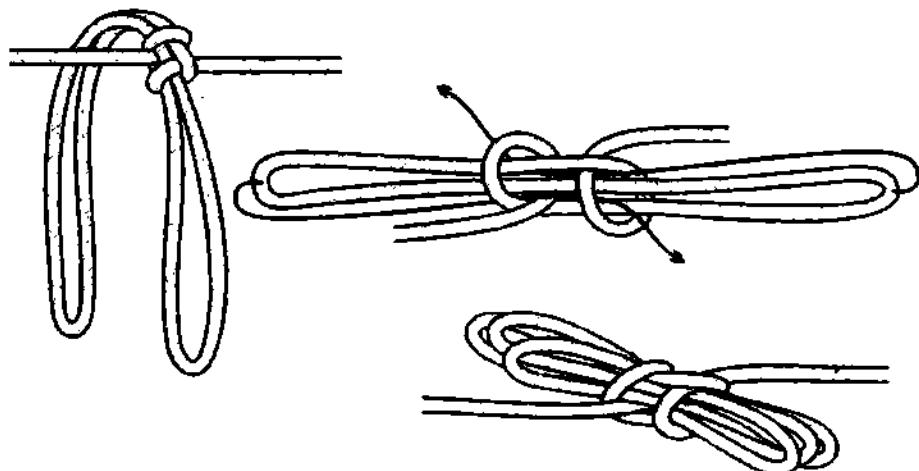
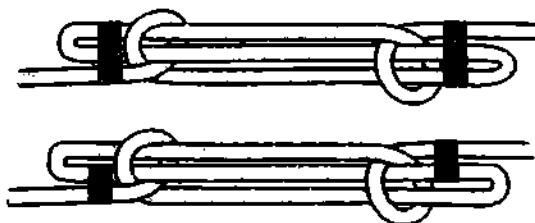

Рис. 125. **Колышка**, со сложенными внутри петлями и сдвинутыми друг к другу полууштиками, более стабильна и компактна.
Рис. 137. Крайние петли **колошки** фиксируются бензелем.
**Баранья нога** почти всегда вязалась с бензелями, когда петли присоединялись к коренным концам схватками. Это гарантировало узлу 100% стабильность и надёжность (рис. 137). Если нет времени или возможности прихватить **колышки** бензелем, то безопасность её можно повысить во много раз, если сблизить вплотную полууштики и хорошоенько их затянуть (рис. 124 Б). Практика показывает, что такая **баранья нога** наиболее стабильна. Такой узел способен выдержать даже непродолжительные рывки, и надёжней держит на тонкой синтетической верёвке. Но даже связанная таким образом **колышка** всё равно остаётся довольно неустойчива к аварийным нагрузкам, да и длинные петли могут мешать во время работы. Чтобы устранить этот недостаток, петли можно пропустить через калышки и сложить внутри узла (рис. 125). Во время работы петли уже не будут мешаться и цепляться, а стабильность узла увеличивается во много раз. К тому же радиус кривизны изгибов в калышках увеличивается во много раз и узел уже совсем не ослабляет верёвку.
Наложение бензеля – один из самых лучших способов усиления **колышки**, особенно когда узел предполагается использовать длительное время (рис. 137). Вместо верёвочных бензелей можно использовать проволочные схватки, скотч, изоляционную ленту или лейкопластырь. Узел со схватками не боится резких рывков и ослаблений верёвки.